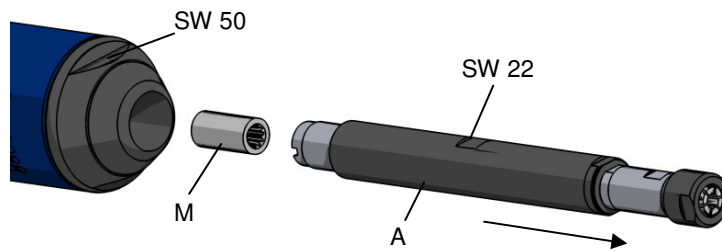
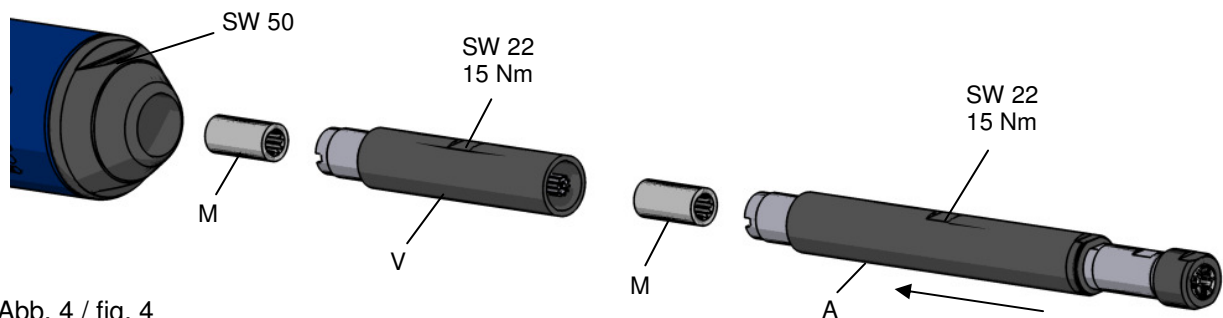

Abb. 3 / fig. 3
Abb. 4 / fig. 4
- Abtriebsspindel (A) abschrauben (Abb. 3). Mitnehmer (M) auf Verschleiss prüfen und bei Bedarf ersetzen. Verlängerungsspindel (V) auf Maschine aufschrauben und festziehen (Abb. 4).
- Unscrew the drive spindle (pic 3, part A). Check the engaging piece (M) for wear and replace accordingly. Screw the extension spindle (V) on the tool and tighten (fig. 4).